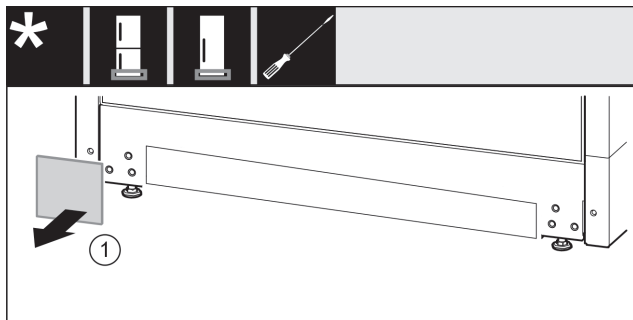

Fig. 15
- Noņemiet pārsegu Fig. 15 (1).